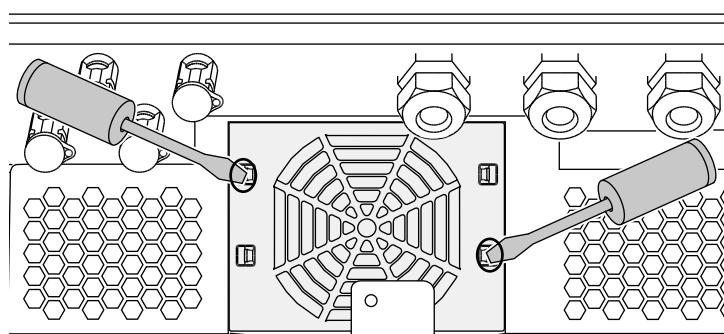

Fig. 61: Løsn fastgørelseslaskerne
- Træk ventilatorenheden lidt fremad.  **Fig. 61**